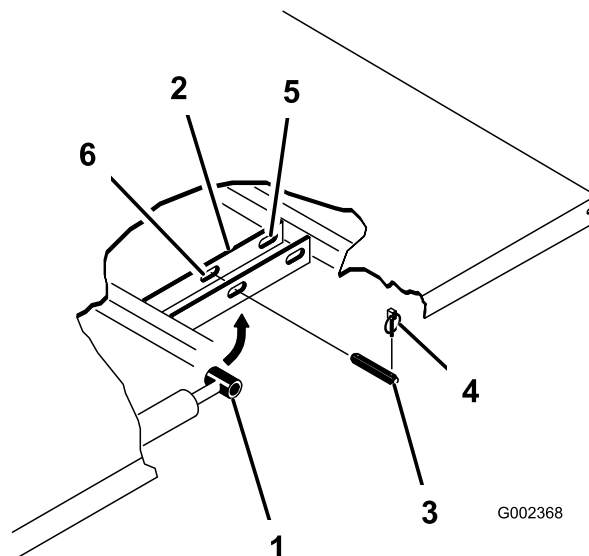

Figura 34
2. Retire los pasadores de seguridad de los extremos exteriores de los pasadores de las varillas de los cilindros (Figura 34).